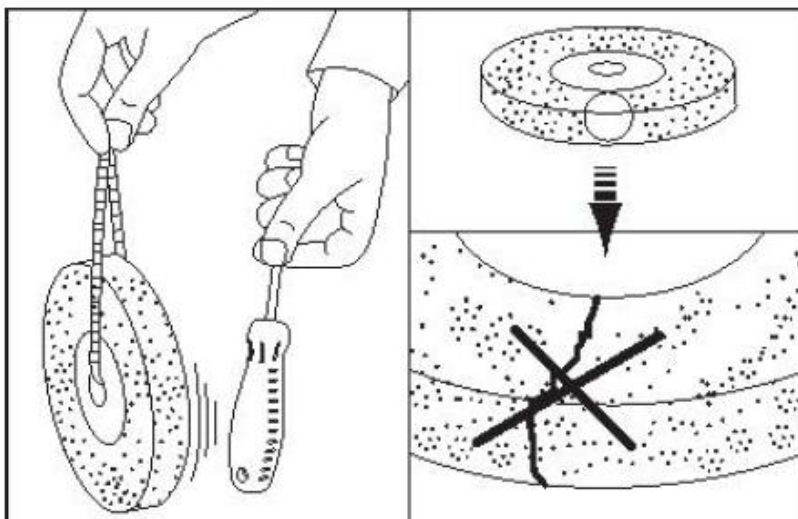

Fig. 5
4. Slăbiți piulița internă de reglare cu o cheie franceză cu deschiderea de 19mm. Îndepărtați piulița și flanșa de tensiune (8).
7. Efectuați un test sonor. Discurile de polizare fără defecte vor scoate un sunet clar atunci când sunt lovite ușor cu un ciocan de plastic (sau cu o piesă de lemn) (Fig.5).